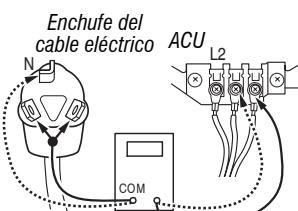

Figura 3b: Conexiones entre enchufe y terminal para la secadora eléctrica
8. Con un ohmímetro, compruebe qué terminal del enchufe está conectada al contacto ubicado en el extremo derecho del bloque de terminales y anótelos. Esto será L2 (cable rojo) en el diagrama de cableado. Vea la Figura 3b.